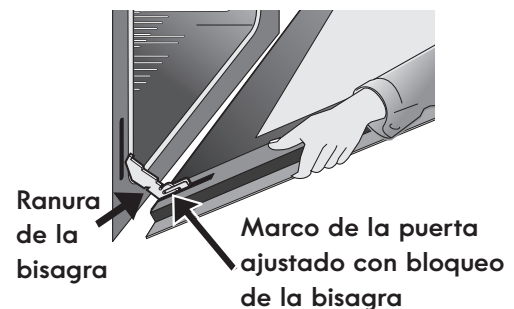

Figura 29: Remoción (y reemplazo) de la puerta
4. Tire de la parte inferior de la puerta hacia usted mientras gira la parte superior de la puerta hacia el electrodoméstico para desacoplar por completo la bisagra (Figura 29).
1. Sostenga firmemente ambos lados de la puerta del horno en sus costados. No use la manija de la puerta del horno (Figura 29).